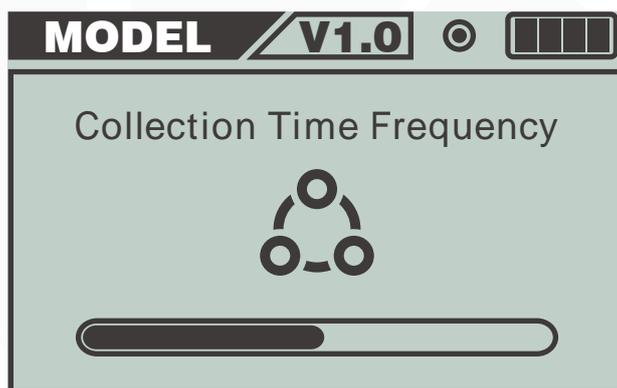

图12. 循环采集时间设定
- 图标⑤，循环采集时间设定，按ENTER键进入传感器循环采集时间设置，图12表示目前传感器的采集时间，可以按▲键或▼键修改采集时间，修改完后按键SAVE保存